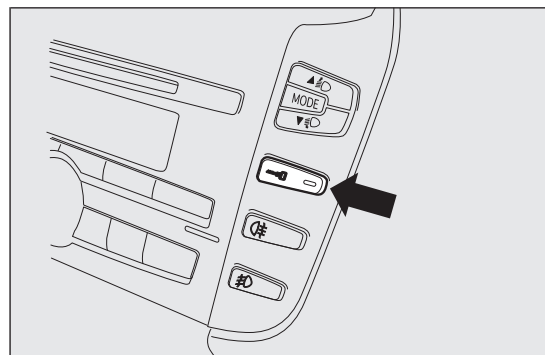

fig. 11
- ☐ bouton de verrouillage/déverrouillage des portes situé sur la platine centrale fig. 11 ;